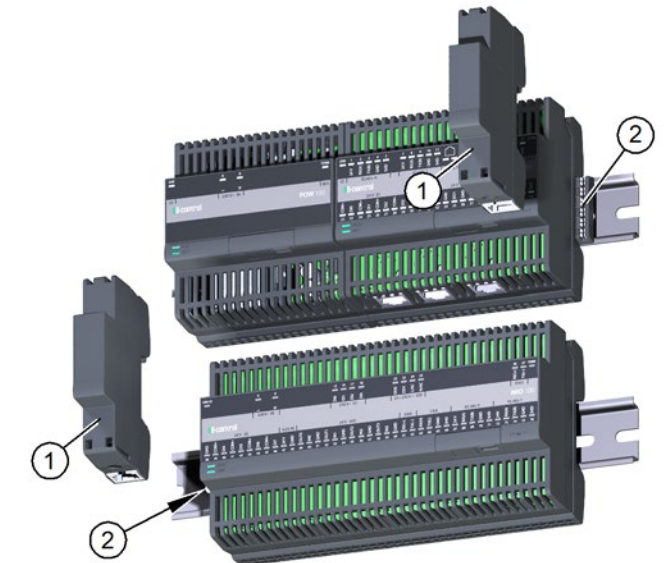

Abb. 2: PAT100-Module aufstecken
- Stecken Sie zwei PAT100-Module (Pos. 1 in Abb. 2) auf die Backplane Connector (Pos. 2 in Abb. 2) der TQ-Automation-Module, die Sie miteinander verbinden wollen.